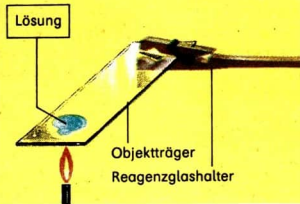

Abb. 24 Eindampfen eines Lösungstropfens auf dem Objektträger
- 12 ▼ Dampfe einen Tropfen Kochsalzlösung auf dem Objektträger ein (Abb. 24). Führe das gleiche mit der klaren Flüssigkeit über dem Gipspulver von Experiment 11 aus!
Dampfe einen Tropfen Trinkwasser auf dem Objektträger ein (Abb. 24)!